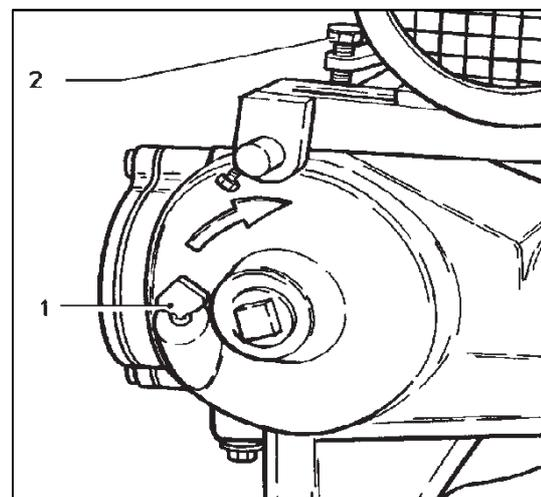

Abbildung 21: Ölstand
Neue Keilriemen müssen nach etwa 4 - 5 Wochen Laufzeit mit der Spannschraube (2) (→ Abbildung 21) nachgespannt werden.